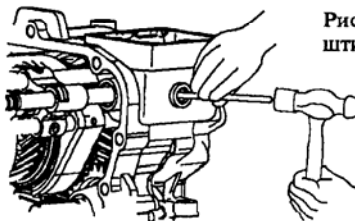

Рис. 6.48. Установка штифта
16. В головку и шток переключения передач вставьте новый стопорный штифт (рис. 6.48).